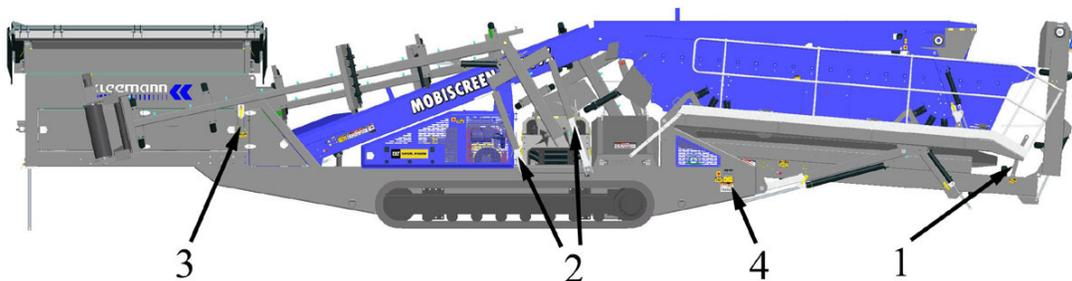
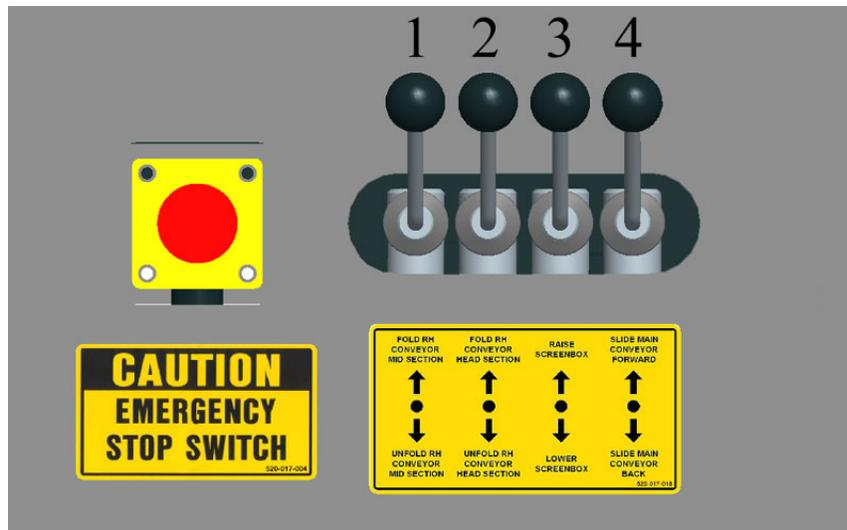

Fig. 9
Fig. 14
4. El tablero de control hidráulico que se muestra en la Fig. 14 está ubicado debajo del punto de pivote de la criba. Vea la Fig. 9 ítem 4. Usando las palancas (1) y (2) levante lentamente la sección de cabecera y una vez que esté separada de la ménsula de transporte despliéguela, usando la palanca (1), con la sección media abajo hacia la posición de trabajo. Luego usando la palanca (2) despliegue la sección de cabecera; verifique que la cinta no quede atrapada en los rodillos de mariposa o de retorno (vea la figura 10). Vuelva a colocar los pasadores en la transportadora lateral.